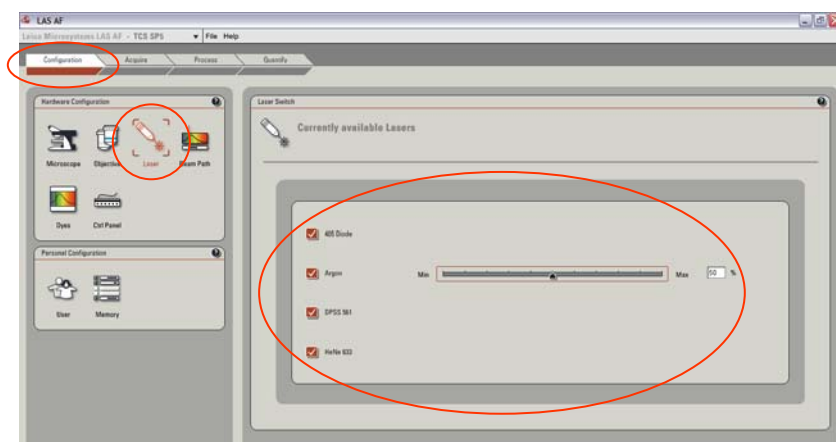

图 3-1 激光的选择
1. 点击工具栏下方的“Configuration”，再点击“Laser”，用 打开所需激光。如需使用 Ar 离子激光，拖动滑块调节激光输出功率。如图 3-1。